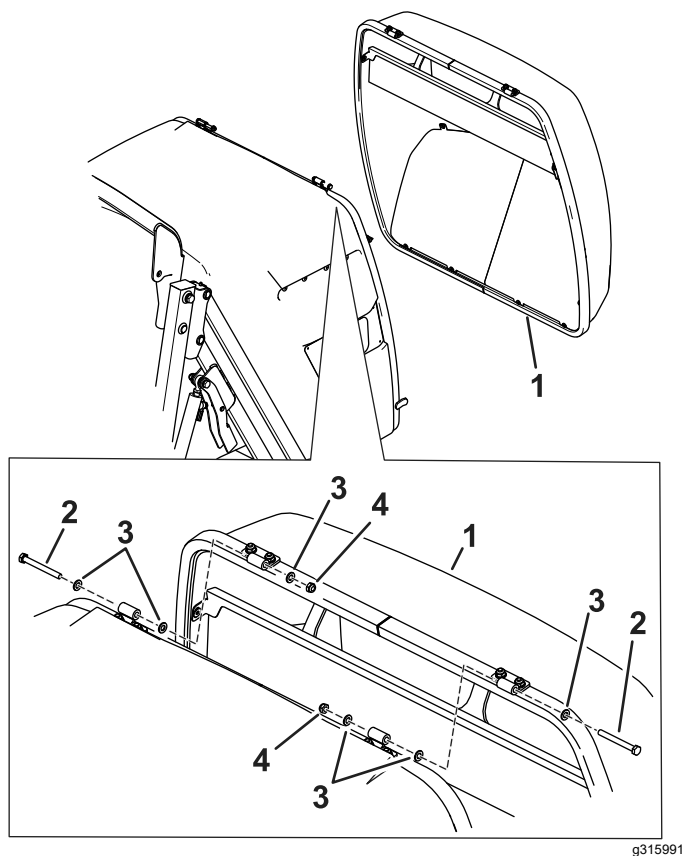

Рисунок 2
2. Установите дверцу на бункер с помощью ранее снятых крепежных деталей; см. Рисунок 2.